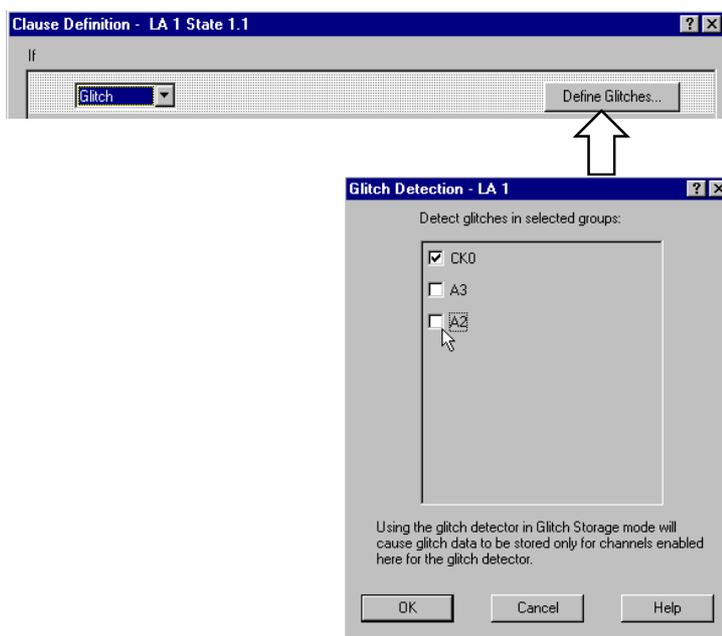

図 3-5 : [Glitch Detection]ダイアログ・ボックス
4. 表示された<Define Glitches...>ボタンをクリックし、[Glitch Detection]ダイアログ・ボックスを開きます (図 3-5)。